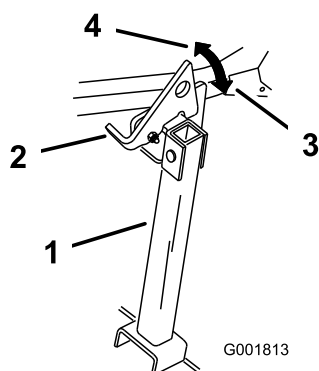

Figure 45
2. Relevez le verrou en position déverrouillée (Figure 45).